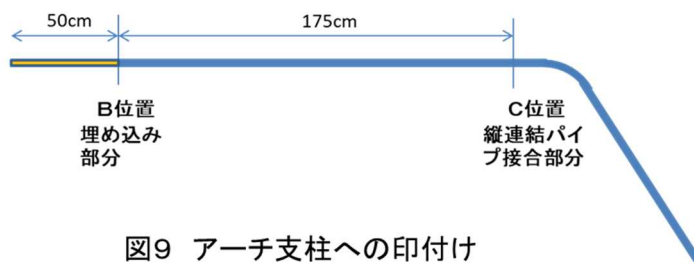

図9 アーチ支柱への印付け
②アーチパイプを埋め込む
- アーチパイプに、埋め込み部（長さ 50cm）を示す印（B位置）と、アーチパイプと直管パイプを縦に連結する箇所を示す印（C位置）があることを確認する。（図9）